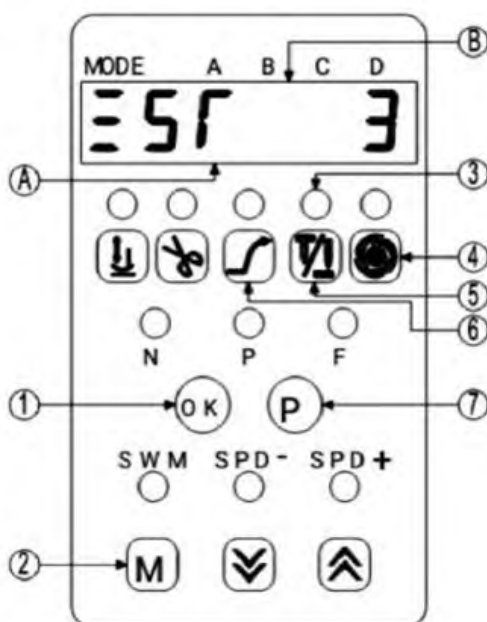

Рис.16 «Второй способ».
В режиме настройки вы можете настроить значение угла с помощью трех клавиш (4), (5), (6) (рис.16).